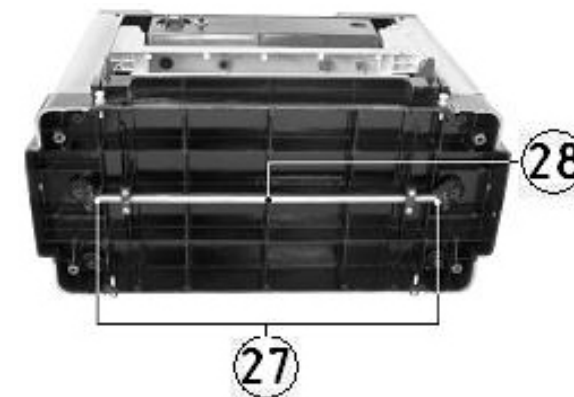

Рис.15
12.3.4. Наклоните рейсмус назад и извлеките пружинное кольцо (27) с передаточного вала (28) под литым основанием со стороны, где толщина заготовки «занижена», как показано на рис.15.